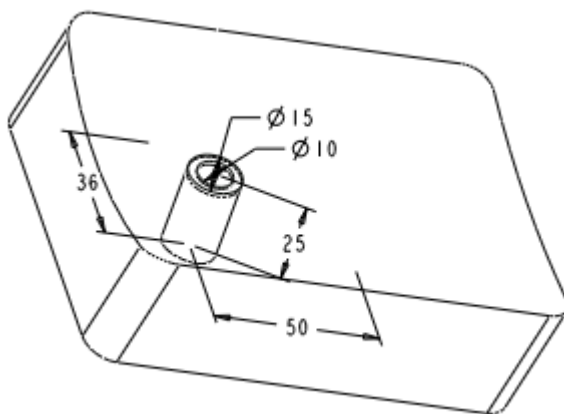

图 52-31
- (1) 在模型树中选中步骤 7 建立的组，单击阵列工具按钮，打开阵列特征操控板，模型中显示特征的尺寸，如图 52-31 所示。